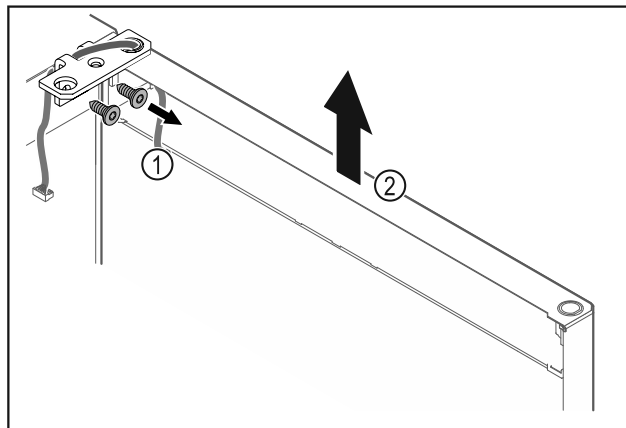

Fig. 17
- ▶ Noskrūvējiet lokāmos kronšteinus Fig. 17 (1).
- ▶ Paceliet durvis kopā ar lokāmajiem kronšteinu Fig. 17 (2) apmēram 200 mm taisni uz augšu un noņemiet tās.